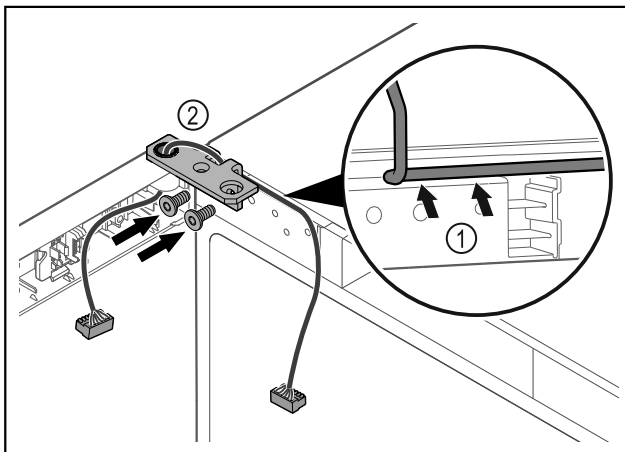

Fig. 57
- Kaloni kabllon përmes së prerës në profilin e menteshës dhe shtrijeni me kujdes Fig. 57 (1).
- Mbërtheni vidat e profilit të menteshës Fig. 57 (2).